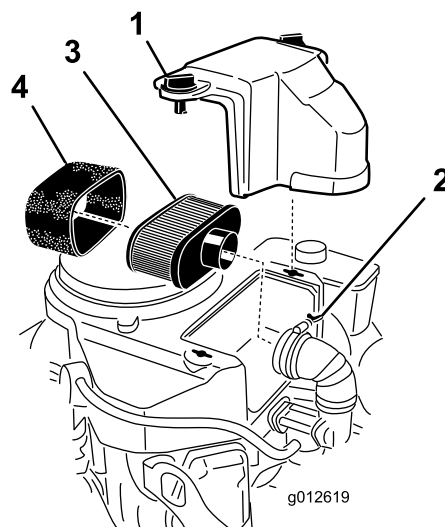

Figura 37
3. Para evitar qualquer dano, limpe à volta do filtro de ar para impedir a entrada de impurezas para o interior do motor (**Figura 37**).
4. Desaperte os botões da cobertura e retire a cobertura do filtro de ar (**Figura 37**).
5. Desaperte o dispositivo de fixação de tubagem e retire o conjunto do filtro de ar (**Figura 37**).
6. Retire cuidadosamente o filtro de esponja, passando pelo filtro de papel (**Figura 37**).
1. Coloque cuidadosamente o filtro de esponja, passando pelo filtro de papel (Figura 37).
2. Coloque a estrutura do filtro do ar na base do filtro do ar ou tubo e prenda-a (Figura 37).
3. Coloque a cobertura do filtro de ar na sua posição e aperte o botão da cobertura (Figura 37).